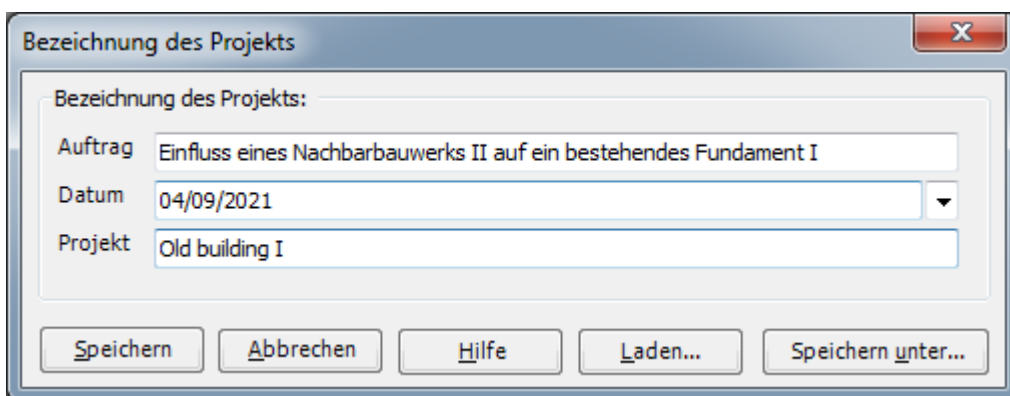

Bild 9.31 Dialogfeld "Auftragsdaten"
- Wählen Sie "Bezeichnung des Projekts" aus der Registerkarte "Daten". Das Dialogfeld im Bild 9.31 erscheint